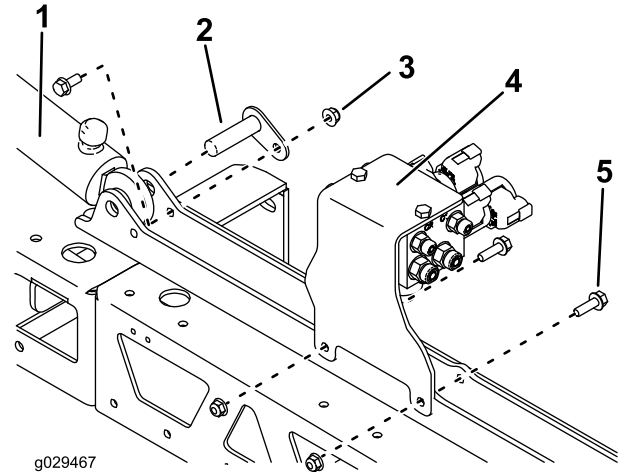

Figura 14
- Instale los cilindros hidráulicos y el soporte de montaje de las válvulas usando las fijaciones originales (Figura 14).